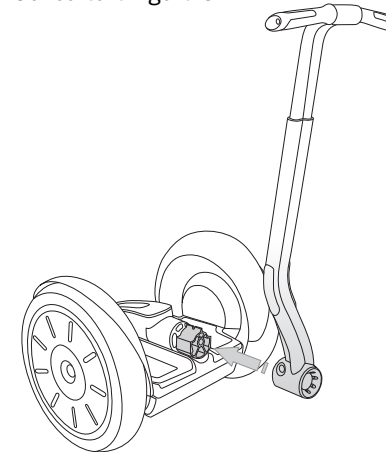

Figura 3. Cómo acoplar la barra de dirección LeanSteer del conjunto basculante de la base
4. Deslice la barra LeanSteer para sacarla del conjunto basculante de la base como se muestra en la figura 3. Para sacar la barra LeanSteer del conjunto basculante de la base debería hacer falta poca fuerza.
6. Para acoplar la barra de dirección LeanSteer, deslice la barra sobre el conjunto basculante de la base. Consulte la figura 3.